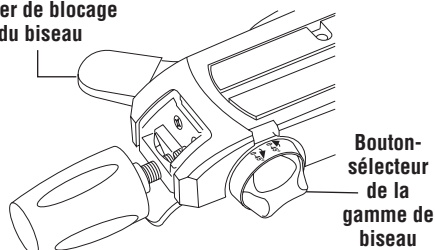

Figure 33.
- Soulevez le levier de blocage de l'inclinaison pour libérer le blocage de l'inclinaison (Figure 33).